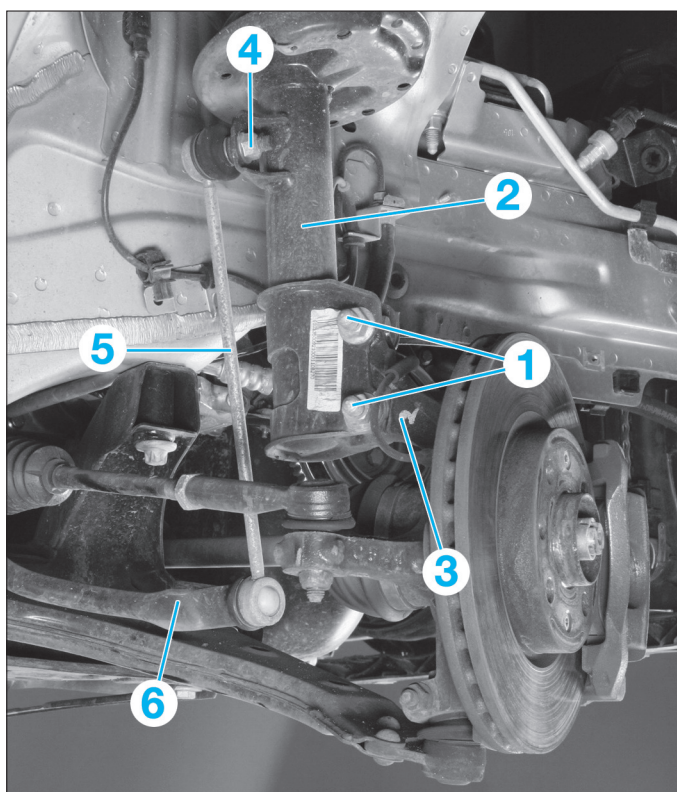

FIG. 3
- les vis de fixation inférieures (1) de l'élément de suspension (2) sur le pivot (3) (Fig.3).
- Accoupler la rotule supérieure de la bielle (5) de barre stabilisatrice sur l'élément de suspension et la serrer au couple (Fig.3).